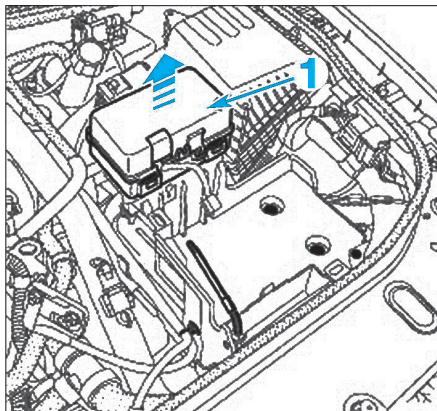

FIG. 13
- Dégraffer le boîtier portes fusibles (1) (Fig.13).